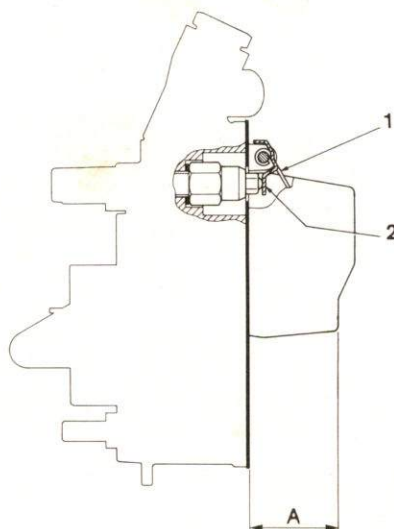

Abb. 30
- Deckel senkrecht halten (**Abb. 30**), so dass die Schwimmerzunge die gefederte Kugel leicht berührt: dabei muss das Schwimmernadelventil geschlossen sein, ohne die Kugel einzudrücken.